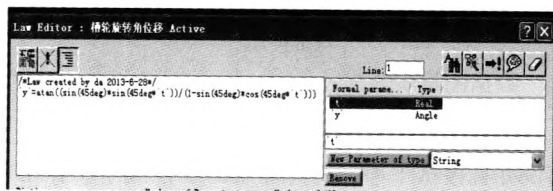

图 4
(1) 槽轮角位移曲线建立 在装配图模式下新建一个Part文档命名为“参考曲线”用于驱动曲线的建立。根据公式创建“law”,命名为“槽轮转角位移”(见图4)。